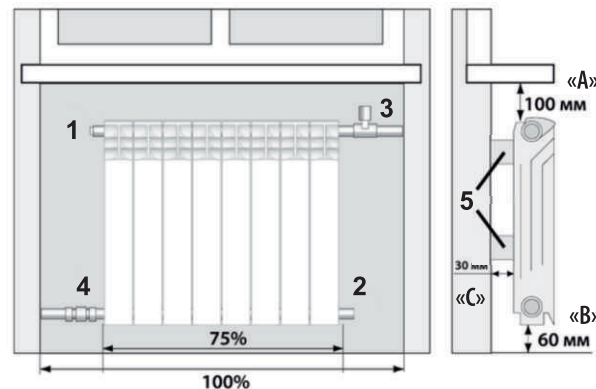

Рисунок 1. Рекомендации по установке
2. Для оптимальной теплоотдачи и обеспечения сервисного обслуживания радиатор следует устанавливать на следующем минимальном расстоянии (рисунок 1):